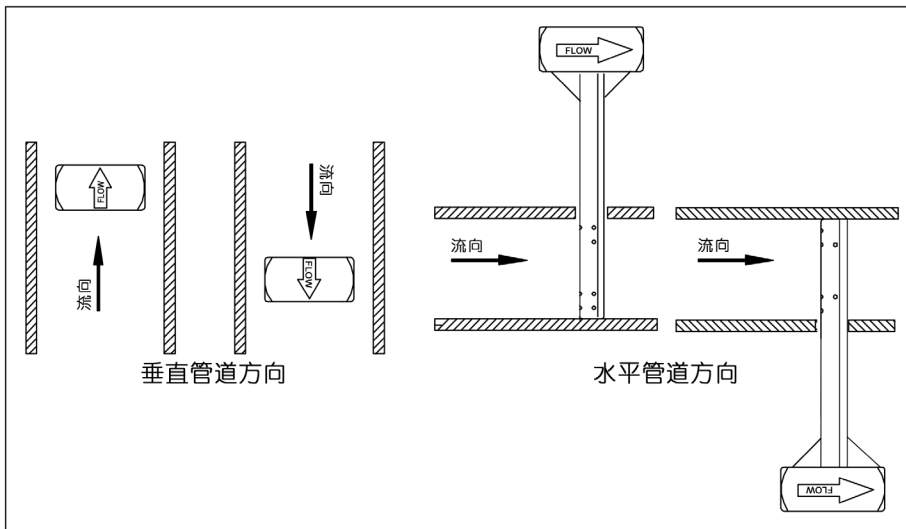

图 4：流体方向
- 调整探头方向，使仪表接头上标注着 "Flow" 方向的箭头与管道内流体流向一致并与管道的轴线方向夹角在  $\pm 3^\circ$  内（如图 4 所示）。使仪表接头保持这一方向并准备进行后续操作。
- 确认探头方向，使仪表接头上标注着 "Flow" 方向的箭头与管道内流体流向一致并与管道的轴线方向夹角在  $\pm 3^\circ$  内（如图 4 所示）。可以使用月牙扳手或管钳来调整探头方向，从而确保对齐。